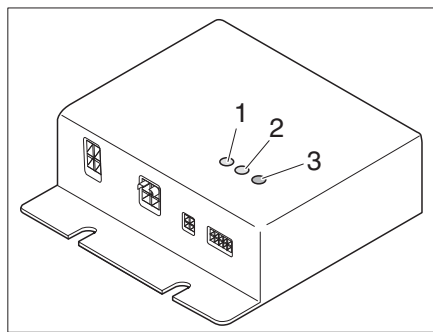

Fig. 251 Aparato regulador
El aparato regulador (Fig. 251) está montado en el armario ropero. Las luces de control del aparato regulador tienen el siguiente significado:
- El LED de control (Fig. 251,1) CC1 se enciende verde: El circuito de calefacción 1 está en funcionamiento
- El LED de control (Fig. 251,2) CC2 se enciende verde: El circuito de calefacción 2 está en funcionamiento
- LED de error (Fig. 251,3)